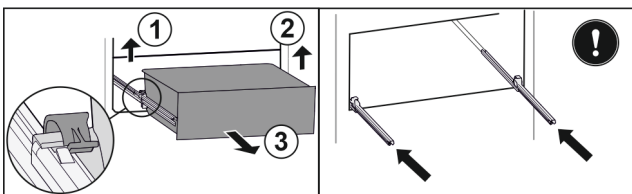

Fig. 141
- ▶ Приподнимите левый зажим и одновременно вытяните движением вперед выдвижной ящик слева. Fig. 141 (1)
- ▶ Приподнимите правый зажим и одновременно вытяните движением вперед выдвижной ящик справа. Fig. 141 (2)
- ▶ Извлеките выдвижной ящик движением вперед. Fig. 141 (3)